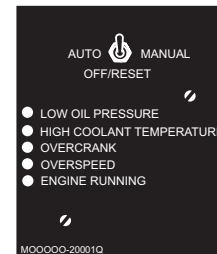

Figure 27. Voyant DEL de fonctionnement du moteur (allumé)
2. Vérifiez que le voyant DEL d'état de **fonctionnement du moteur** sur le module MPEC (Figure 27) est allumé (ON) après le démarrage du moteur